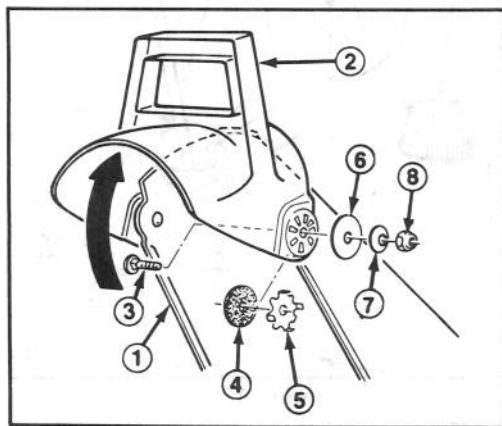

Figura 11
2. Fissate il lato sinistro del deflettore al camino di scarico con il bullone a legno, la rosetta di gomma, la piastrina d'attrito, la rosetta piatta e il controdado. Assicuratevi che la rosetta di gomma e la piastrina di attrito si trovino fra il camino ed il deflettore e che le alette della piastrina entrino nei fori del deflettore. Vedi Figura 11 per il corretto ordine di montaggio dei pezzi.